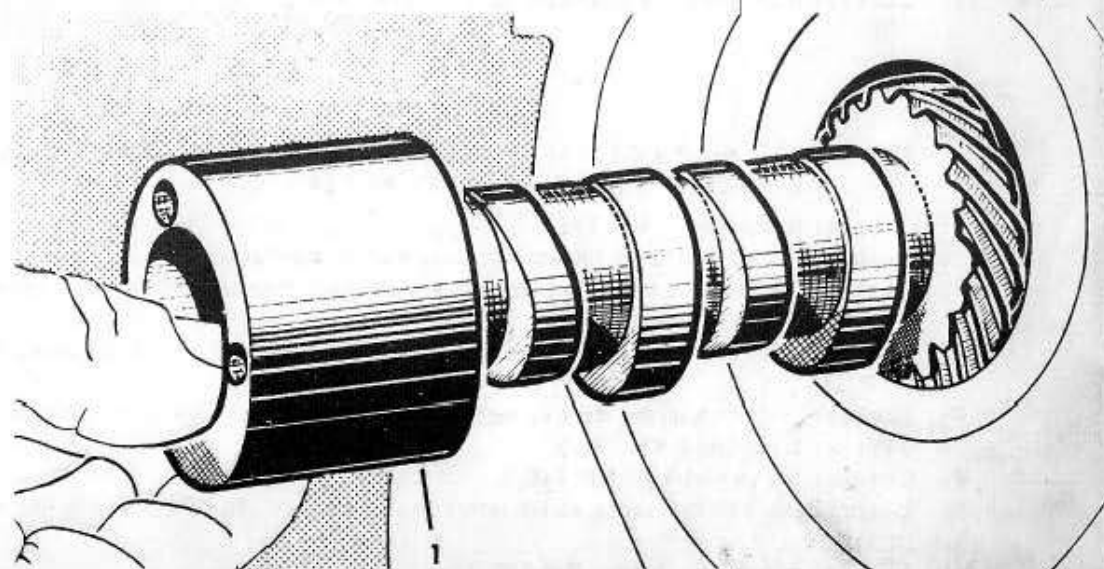

Fig. 86
152 - DEPOSE et POSE de l'ARBRE à CAMES (Fig. 86
- 10) Dégager l'arbre à cames (1 - Fig. 86) par la partie avant du carter.